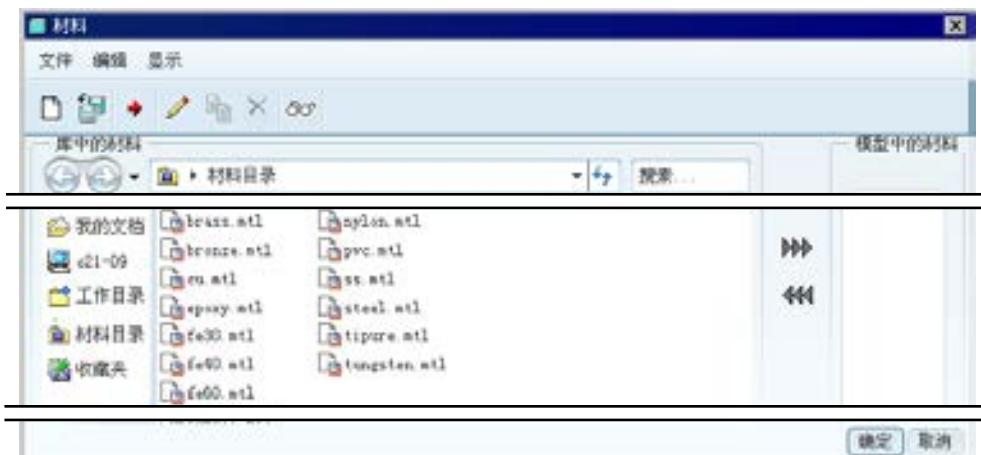

图 5.8.2 “材料”对话框
- (1) 进入 Pro/ENGINEER 系统，随意创建一个零件模型。
- (2) 选择下拉菜单 **文件(F)** → **属性(A)** 命令。
- (3) 在图 5.8.1 所示的 **模型属性** 对话框中，选择 **材料(M)** → **材料(M)** → **更改(B)** 命令，系统弹出图 5.8.2 所示的“材料”对话框。